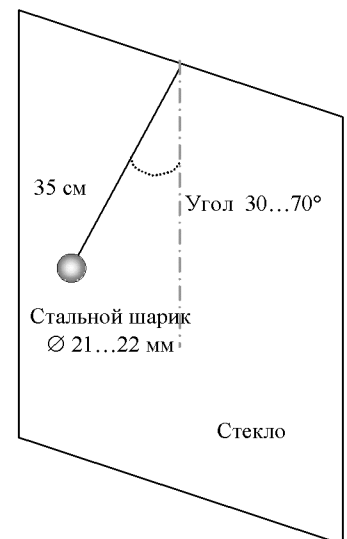

Рис. 4
- нанесите в наиболее удаленной части контролируемого стеклянного листа неразрушающий удар испытательным шариком диаметром 21...22 мм, подвешенным на нити длиной 35 см, как показано на рис. 4 (рекомендуемые значения угла отклонения нити подвеса шарика в зависимости от толщины и типа стекла приведены в табл. 1, для стеклоблоков угол отклонения нити 45°);